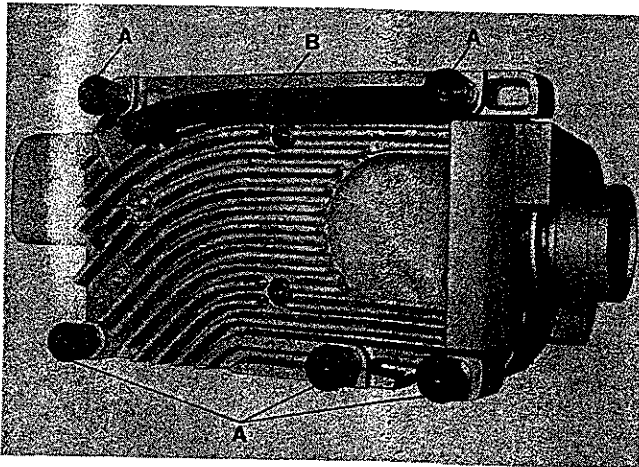

Fig.1
1. After unpacking of sewing machine with accessories and sewing table, insert the five rubber isolators (A, Fig. 1) in the provided holes in the table board and insert the rubber profile (B), as shown, in the base plate of the sewing machine.
1. Nach dem Auspacken von Nähmaschine mit Zubehör und Nähtisch setzen Sie die fünf Gummiisolatoren (A, Fig. 1) in die dafür vorgesehenen Bohrungen in der Nähtischplatte ein und legen den Profilmgummi (B), wie gezeigt, in die Grundplatte der Nähmaschine.